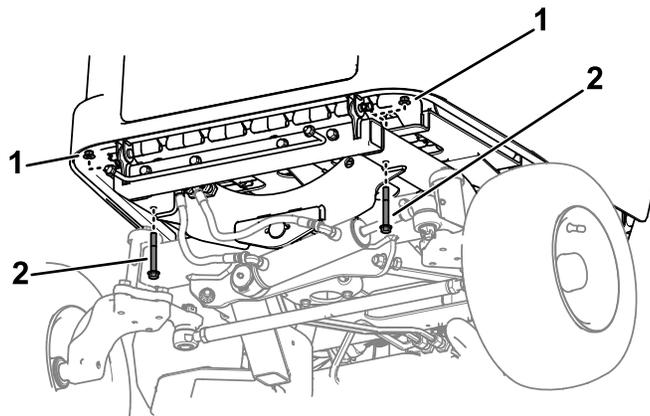

Figure 11
- Retirez et conservez les 2 boulons ( $\frac{3}{8}$ " x  $2\frac{3}{4}$ " ) et les 2 écrous ( $\frac{3}{8}$ " ) qui fixent le support de batteries arrière au cadre (Figure 11).